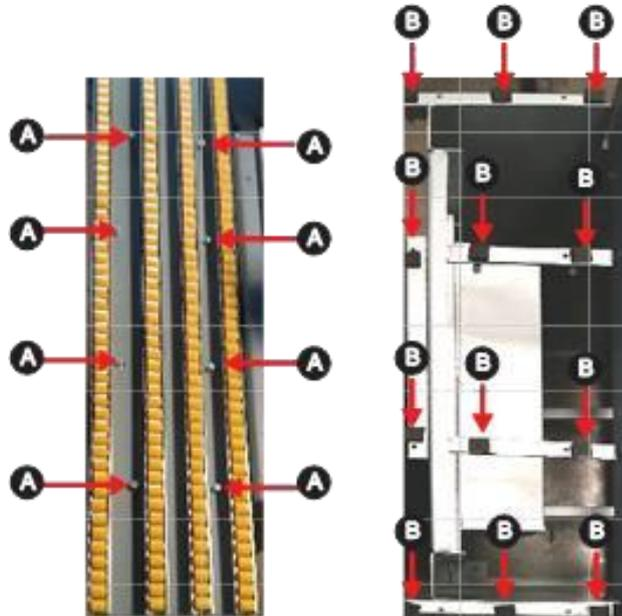

Figura 17 - Regulagem da mesa de extensão
- Para fazer o nivelamento, desapertar levemente os **parafusos A**, de fixação, **Figura 17**;
- Fazer o alinhamento e nivelamento conforme a necessidade utilizando os **parafusos B** de regulagem, **Figura 17**;
- Após a regulagem apertar os **parafusos A** de fixação, **Figura 17**.